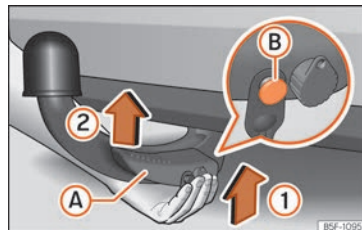

Abb. 267 Anbringen abnehmbaren Kugelkopf/Entriegelungsbolzen im entfalteten Zustand
- Den abnehmbaren Kugelkopf von unten » Abb. 267 halten und der Richtung von Pfeil »
① folgend in die Hakenaufnahme einsetzen, bis er hörbar einrastet » » ⚠.